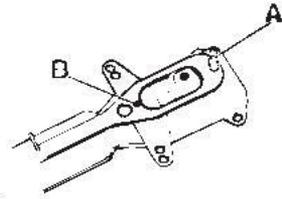

Fig. 4
- Remplacez la vis et le rouleau de la position A à la position B (fig. 4).